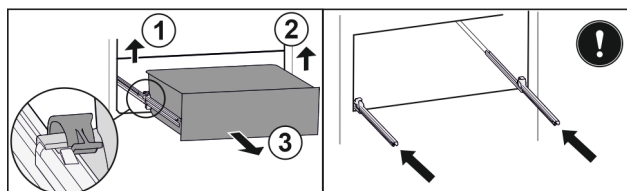

Fig. 165
- 提起左侧夹子，同时将抽屉左侧向前拉。 Fig. 165 (1)
- 提起右侧夹子，同时将抽屉右侧向前拉。 Fig. 165 (2)
- 朝前取出抽屉。 Fig. 165 (3)